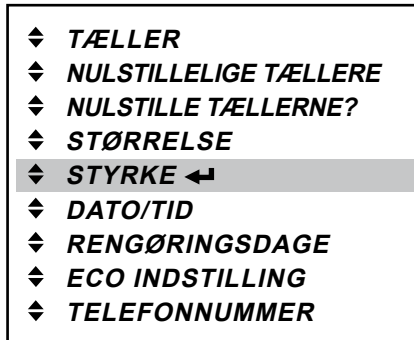

Fig. 58
1. Tryk på enter-knappen ◀ for at gå ind i «STYRKE»-menuen (fig. 58).